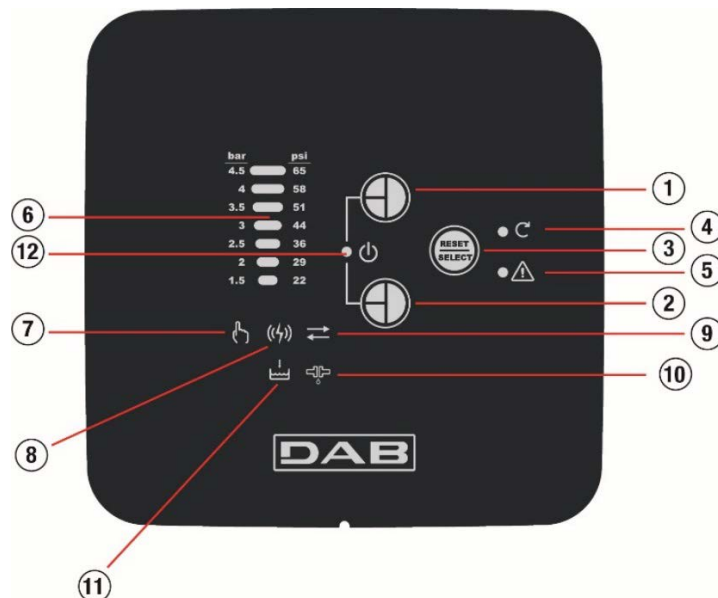

Fig. 16
El paso del modo Monitor al modo SETUP se realiza pulsando simultáneamente la tecla “-” (Fig. 16, 1) y “Reset/Select” (Fig. 16, 3) durante al menos 3 segundos. El paso del modo SETUP al modo Monitor se realiza pulsando simultáneamente las teclas “-” (Fig. 16, 2) y “Reset/Select” (Fig. 16, 3) durante al menos 3 segundos o esperando 1 minuto sin tocar ninguna tecla de la interfaz. Al encender la unidad COM BOX, se encuentra por defecto el modo Monitor. El modo SETUP se indica con la intermitencia alternativa del LED ESTADO DE MOTOR y ALARMA.
12.2.1. Estado del motor (Fig. 16, 4)
12.2.2. Lectura de alarmas (Fig. 16, 5)
12.2.3. Función MODO MANUAL (Fig. 16, 7)
12.2.4. Conexión PLC (Fig. 16, 8)
Pulsando simultáneamente las teclas “+” y “-” (Fig. 16, 1 - 2) y soltándolas se obtiene la parada incondicional del motor de la bomba, que no podrá ponerse de nuevo en marcha antes de volver a pulsar simultáneamente las teclas “+” y “-” (Fig. 16, 1 - 2) y soltarlas. Dicha inhibición se mantiene incluso con el eventual encendido del motor impuesto en el “MANUAL”.
El restablecimiento de alarmas se puede realizar manualmente pulsando la tecla “Reset/Select” (Fig. 16, 3).
Con la tecla “Reset/Select” (Fig. 16, 3) se puede pasar por los ajustes descritos a continuación.
Con esta función se puede modificar el vapor del CUT-IN de la bomba. Dicho valor se puede aumentar/reducir con las teclas “+” y “-” (Fig. 16, 1-2) y puede asumir valores representados en la escala barométrica con una intermitencia.
En este ajuste, con la tecla “+” (Fig. 16, 1) se impone el encendido del motor de la bomba.
La tecla “-” (Fig. 16, 2) restablece las condiciones de funcionamiento normales.
En este ajuste, pulsando la tecla “+” (Fig. 16, 1) durante 5 segundos, la unidad COM BOX se pone temporalmente en el estado de asociación PLC a través de la red de alimentación eléctrica.
La tecla “-” (Fig. 16, 2) pulsada durante 5 segundos elimina la eventual asociación con DTRON3.